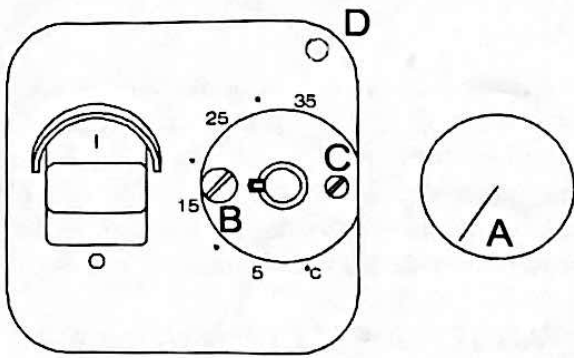

рис.1
МОНТАЖ ТЕРМОРЕГУЛЯТОРА (см.рис.1,2)
- Рис.1 Крышка с регулировочной ручкой